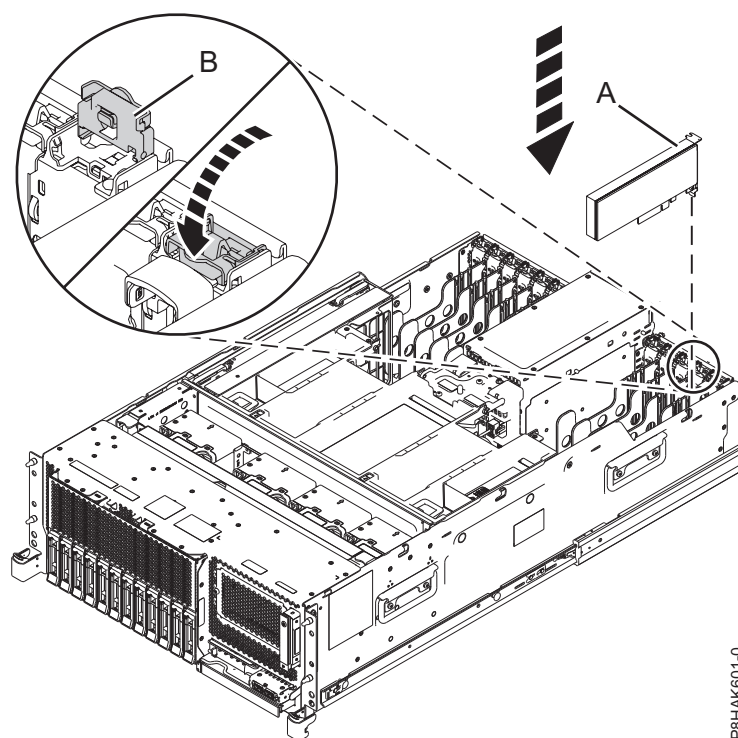
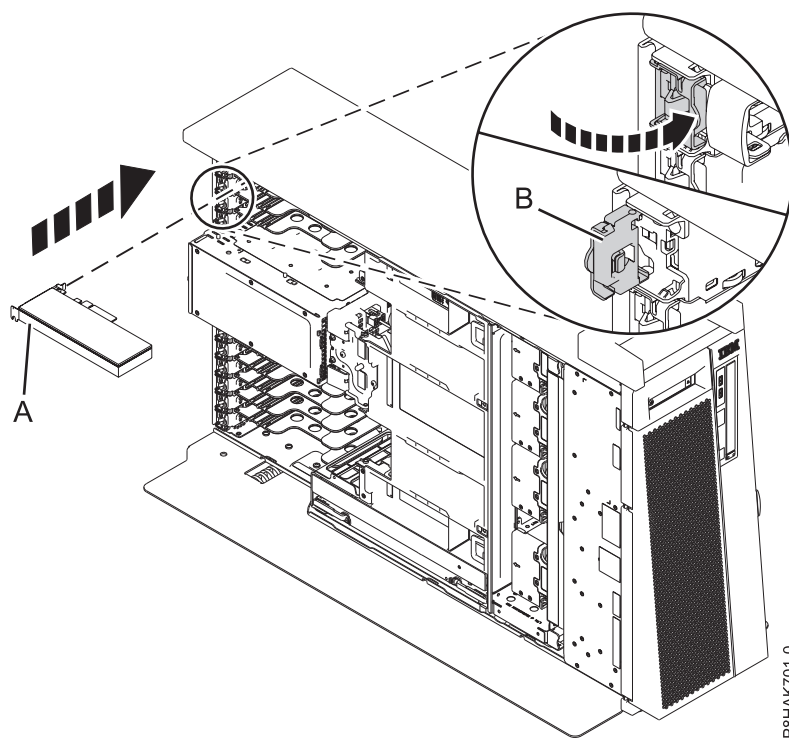

Figura 27. Instal·lació o substitució d'un adaptador PCIe en un sistema muntat en bastidor
Figura 28. Instal·lació o substitució d'un adaptador PCIe en un autònom sistema 8286-41A
6. Si el pestell d'adaptador (**B**) de la ranura de destinació encara no està en la posició d'obertura, estireu el pestell fins que es col·loqui en posició d'obertura fent-lo girar cap a fora del clip de la part posterior del sistema, tal com es mostra a la Figura 27 a la pàgina 31 i Figura 28 a la pàgina 32.
7. Agafeu amb compte l'adaptador per l'extrem superior o per la contrapunta i alineu-lo amb la ranura i el seu connector de la placa posterior del sistema (**A**), tal com es mostra a Figura 27 a la pàgina 31 i Figura 28 a la pàgina 32.
10. Per bloquejar l'adaptador dins la seva ranura, feu girar el pestell d'adaptador (**B**) en la direcció que es mostra a la Figura 27 i Figura 28 a la pàgina 32.